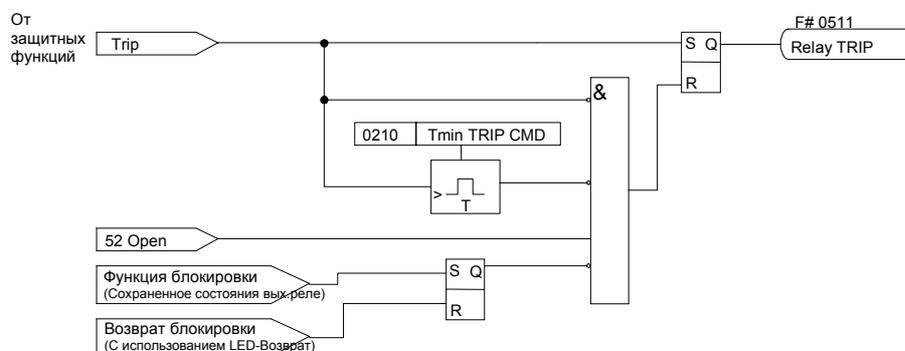

Рисунок 6-69 Формирование сигнала на отключение
- Все сигналы отключения от защитных функций содержат функцию общего отключения устройством 0511 Relay TRIP и действуют на запуск выдержки времени минимальной длительности сигнала отключения (устанавливается по адресу 0210 **Tmin TRIP CMD**, смотри Рисунок 6-69). Выдержка времени по адресу 0210 обеспечивает достаточное по величине время передачи сигнала на отключение в схему управления выключателем, даже в случае быстрого возврата сформировавшей его защитной функции. Сигнал на отключение снимается после истечения выдержки времени его минимальной длительности И возврата всех защитных функций.